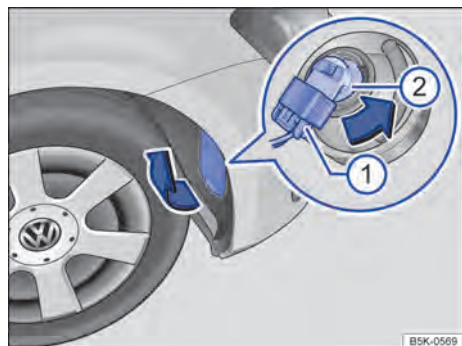

Fig. 182 No protetor da caixa de roda dianteira direita: substituir a lâmpada incandescente no farol.
3.	Se necessário, levantar com cuidado a cobertura no protetor da caixa de roda, no sentido da seta, com a lâmina plana da chave de fenda das ferramentas de bordo → Fig. 182.
4.	Destravar e retirar o conector → Fig. 182 ①.
5.	Girar o suporte de lâmpadas → Fig. 182 ② até o batente no sentido anti-horário (seta) e retirar para trás com a lâmpada incandescente.
8.	Encaixar o conector → Fig. 182 ① no suporte da lâmpada → Fig. 182 ②. O conector precisa encaixar audivelmente.
9.	Encaixar a cobertura no protetor da caixa de roda → Fig. 182.